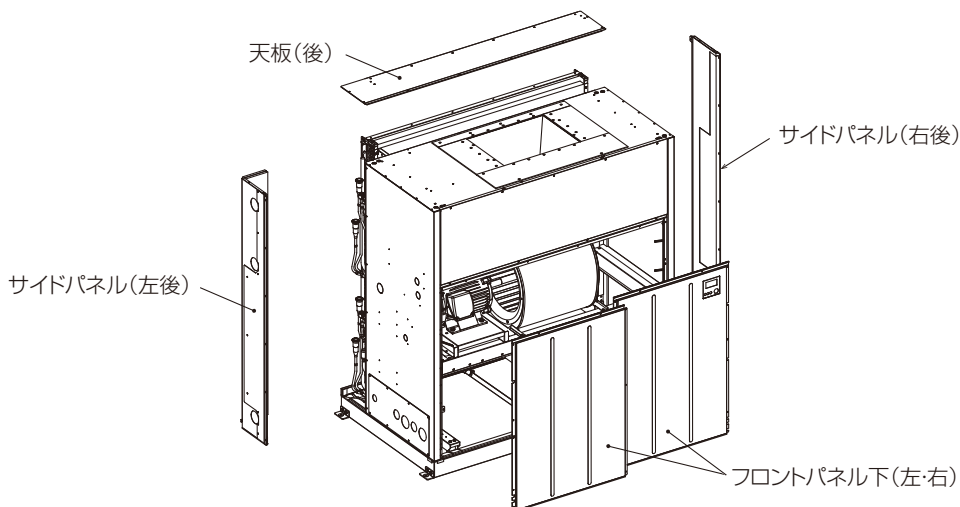

図 1
- 製品本体のフロントパネル下（左・右）を取外してください。（図 1）
- 天板（後）、サイドパネル（左後・右後）を取外してください。（図 1）